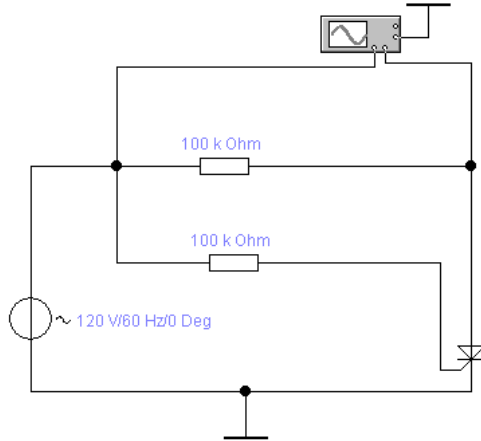

Figure 7.2 - Увімкнення тиристора по ланцюгу керування
- 1 Draw a schematic diagram of Figure 7.2.